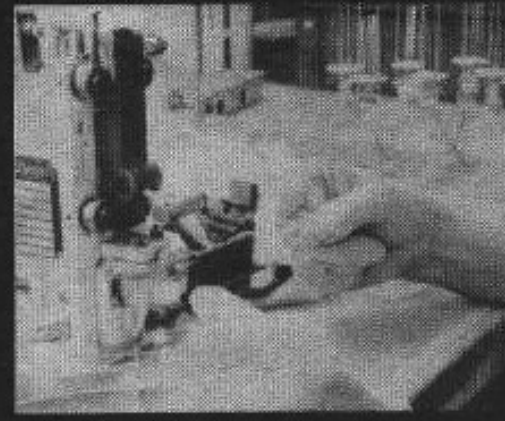
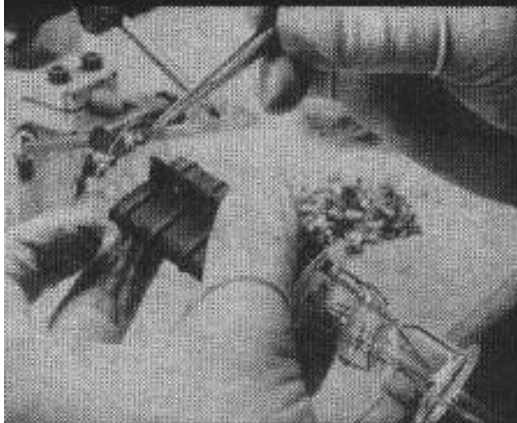
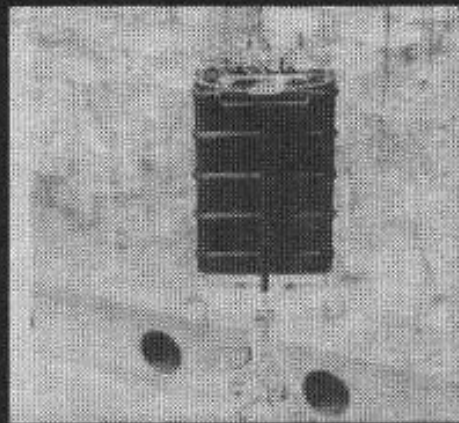
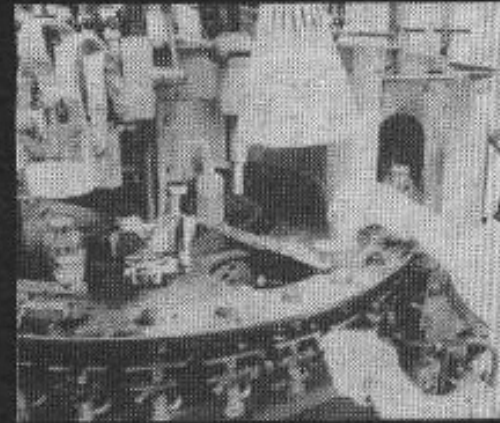

Fig. 6 : Fixation par soudure de la plaque.
Fig. 7 : Mise en place de l'entretoise supérieure en mica.
Fig. 8 : Soudure des connexions des électrodes.
Fig. 9 : Soudure du bulbe sur l'embase en verre.
les autres électrodes. Elle est mise en place délicatement par coulissage sur ses deux tiges puis fixée par soudure par points (fig. 6). Chaque plaque fait l'objet de contrôles rigoureux concernant ses tolérances de fabrication, avant et après montage. La dernière touche de finition est donnée en coiffant les électrodes du disque-entretoise en mica supérieur (fig. 7) de façon à renforcer la stabilité de la géométrie des électrodes. Le getter est ensuite soudé. A ce stade, le tube est « créé » et prêt pour les opérations de scellement et de pompage (fig. 8). Le bulbe est alors scellé sur l'embase. Les deux parties sont chauffées à l'endroit de leur jonction et sont scellées lorsqu'elles atteignent un état pâteux et légèrement ramolli bien déterminé. Le tube, relié à la pompe à vide par une petite valve tubulaire est vidé lentement de l'air qu'il contient grâce à une série de stations de pompage rotatives (fig. 9) (40).